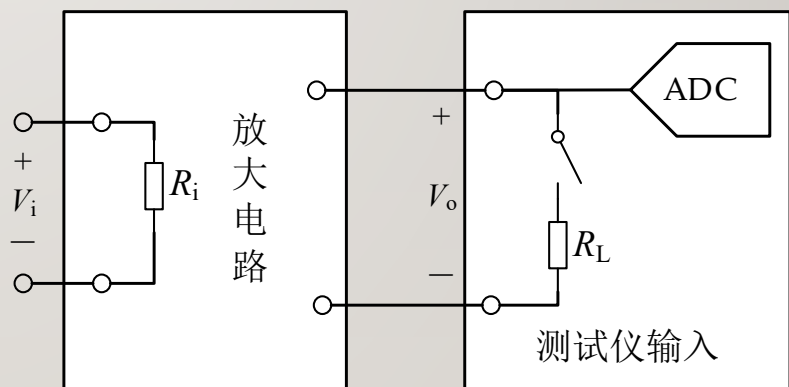

图3 输出电阻测量原理图
- 放大器的输出端可视作有源二端网络，把它看做一个交流信号源，输出阻抗即为其内阻，所以测量原理与测量信号源内阻类似，测量电路如图3所示。用电压表分别测出不接负载 R_L 时的空载电压 V_o 和外接负载 R_L 后的输出电压 V_{oL} ，则输出阻抗 R_o 的表达式为：